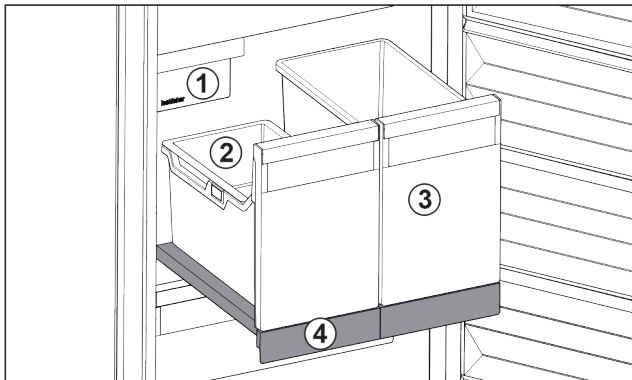

Fig. 28 Витяжна панель IceTower
На витяжній панелі є два високі резервуари (IceTower). В резервуарі Fig. 28 (2) кубики льоду з IceMaker збираються та зберігаються. Резервуар Fig. 28 (3) придатний для зберігання високих харчових продуктів, таких як піца та алкогольні напої.